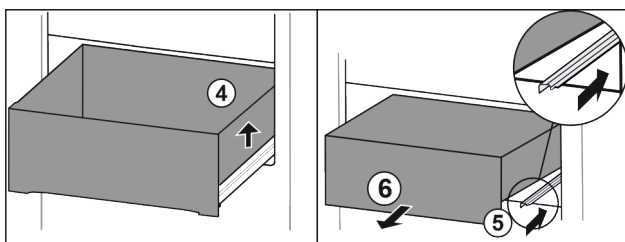

Fig. 42
- Nadzvedněte zásuvku vpravo. Fig. 42 (4)
- Zasuňte pravou kolejničku. Fig. 42 (5)
- Vyjměte zásuvku dopředu. Fig. 42 (6)